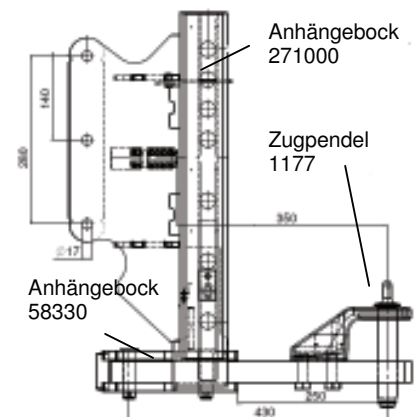

Abb. 1: Montagezeichnung Kombination II
Der Anhängelock Typ 271000 darf an land- oder forstwirtschaftlichen Zugmaschinen nach Richtlinie 2003/37/EG wahlweise in Kombination mit bauartgenehmigten und zum Anbau geeigneten austauschbaren Anhängelockungen in den Rastschienen (I) und mit bauartgenehmigten und zum Anbau geeigneten Scharmüller Anhängelöcken als Zugpendellager vom Typ 58330, Prüfzeichen e1 D 0167 und Zugpendeln (z.B. Scharmüller Typ 1177, siehe Abb. 1) (II) unter Einhaltung der nachstehenden Kennwerte und wirksamen Baumaße verwendet werden: